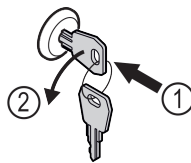

Fig. 201
- ▶ Klíč zasuňte dovnitř. Fig. 201 (1)
- ▶ Otáčejte klíčem o 90° proti směru hodinových ručiček. Fig. 201 (2)